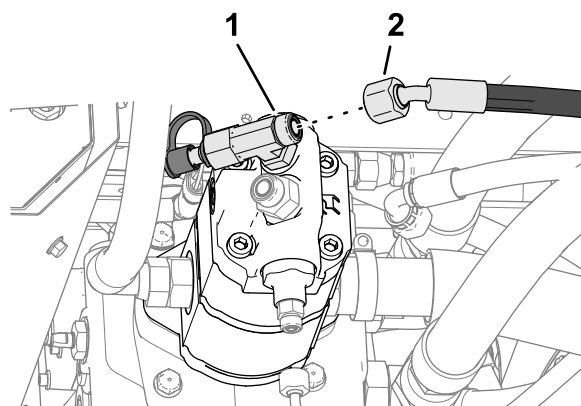

Figure 135
3. Branchez le raccord à 45° du flexible de 10 x 2921 mm (3/8 x 115 po) sur le raccord droit et serrez le raccord du flexible (Figure 135).